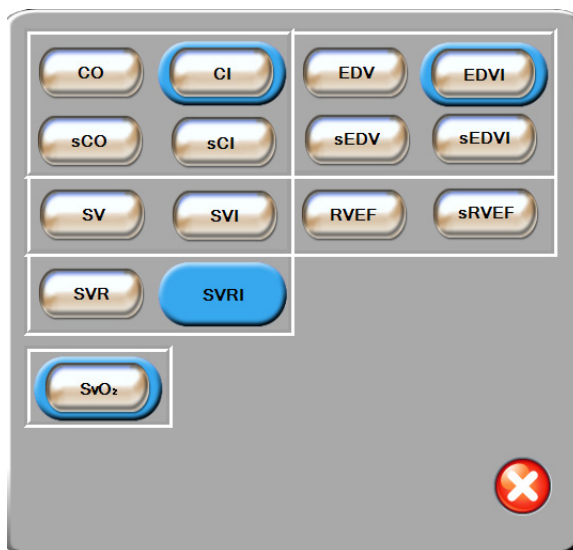

Рис. 5-4 Пример всплывающего окна выбора ключевых параметров
- 2 Во всплывающем окне отобразится выбранный параметр, выделенный цветом, а другие отслеживаемые в текущий момент параметры будут обведены цветным контуром. Доступные параметры будут отображаться на экране без выделения. На рис. 5-4 показано всплывающее окно, которое появляется при выборе параметров непрерывного мониторинга с помощью модуля Swan-Ganz HemoSphere.